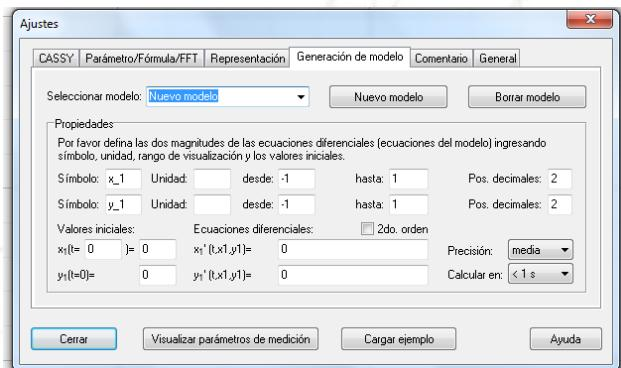

Figure 10. "Generación de modelo" of CASSY.
- **Fourth**, In the option "generación de modelo", (figure 10). First click in "nuevo modelo" and then check : in Simbolo x_1 desde -1 1; in Simbolo y_1 desde -1 1